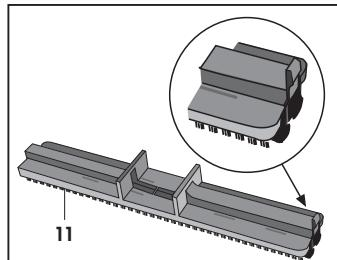

Fig. 14
- Telaio con i listelli setolati (11) per la rimozione dello sporco più resistente su superfici dure (**Fig.14**).